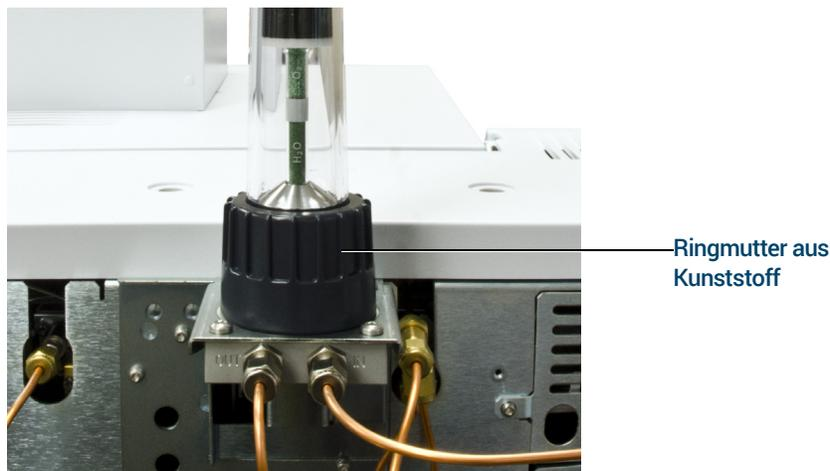

Abbildung 29. Festziehen der Kunststoff-Ringmutter zur Befestigung des Filters auf der Anschlusseinheit
- 5 Ziehen Sie die Kunststoff-Ringmutter an und drücken Sie dabei den Filter vorsichtig nach unten. Der Filter wird durch das Festziehen der Mutter (**Abbildung 29**) auf der Anschlusseinheit befestigt.